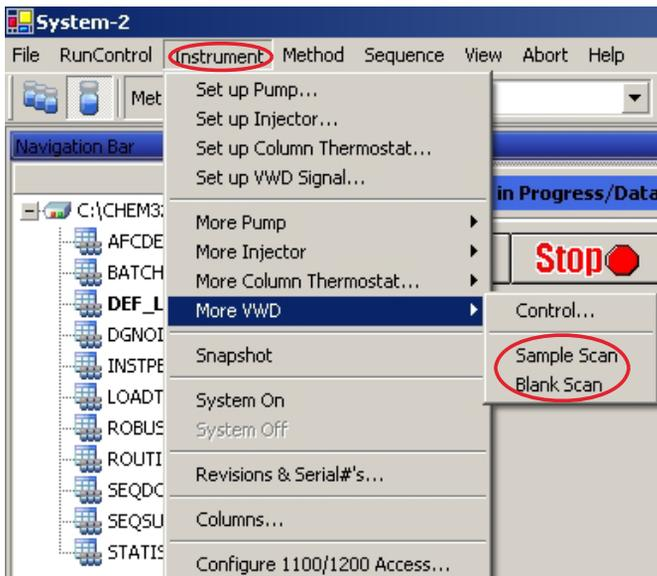

Abbildung 22 Aufnahme von Online-Spektren
- 3 Während die Analyse auf der Basislinie ausgeführt wird, wählen Sie im Menü **Instrument** > **More VWD** > **Blank Scan**, Abbildung 22 auf Seite 57 (Gerät/Weitere VWD-Einstellungen/Blindwertscan).